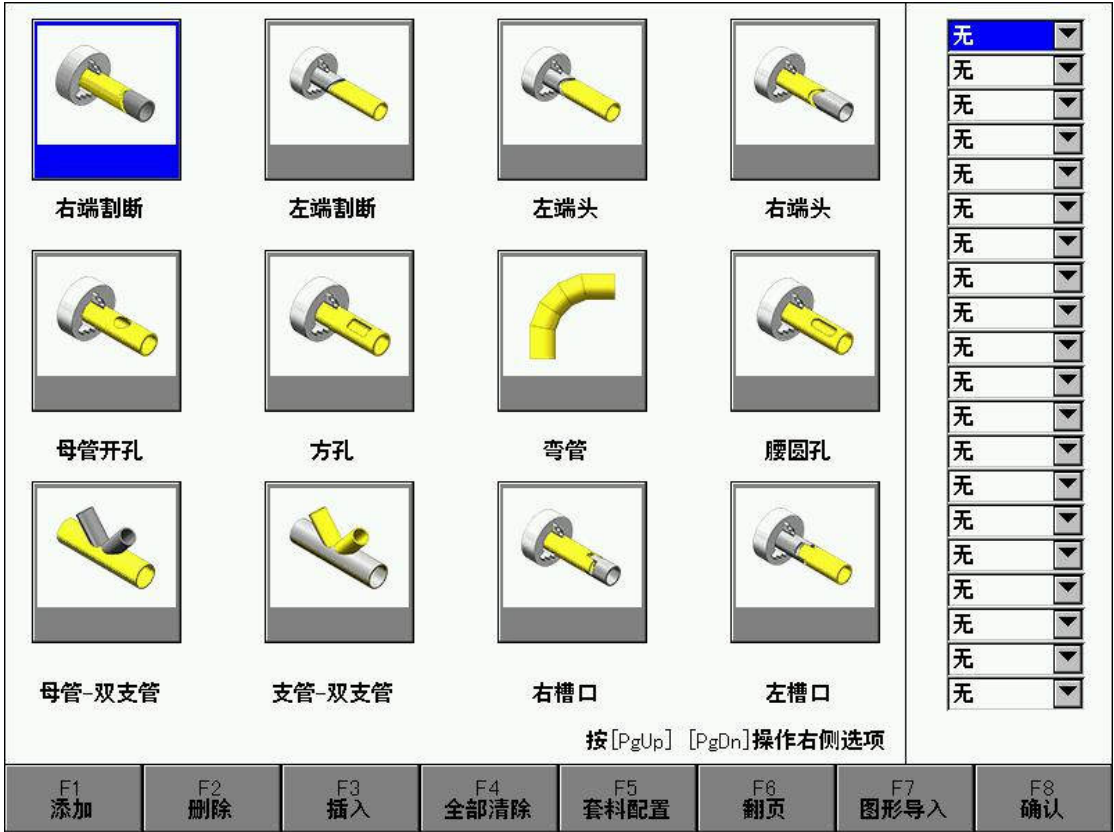

图 17.3 图库界面
主界面下，按【F1】进入圆管图库界面，如图 17.3 所示。
在图 17.3 所示的图库界面中，可以选择要切割的端头类型且可以随意组合图形。可以使用左边的蓝色方框，用【↑】、【↓】、【←】、【→】选中后按【F1 添加】即可，然后通过【S↑/PgUp】、【S↓/PgDn】选择下拉框进行组合，在左边的下拉框中按顺序选择要切割的端头类型。也可以通过左下拉框用【Enter】和【↑】、【↓】选择对应的端头，然后使用【S↑/PgUp】、【S↓/PgDn】选择下拉框，打开下拉框，然后选择需要的端头类型。组合好的图形，按【F8 确认】即可生成图形。选择的每一个端头，必须要设置好参数。
在图 17.3 图形库界面下，用【↑】、【↓】、【←】、【→】选定要设置参数的端头，然后按下【F1 添加】，则弹出相应的参数编辑界面。
- 管直径 A：所切割管子的外直径，示意图上的 A，该参数只能在图 17.3 中第一个下拉框所选的端头类型中设置。范围（0，5000），单位：mm
- 管壁厚 B：所切割管子的壁厚，示意图上的 B，该参数只能在图 17.3 中的第